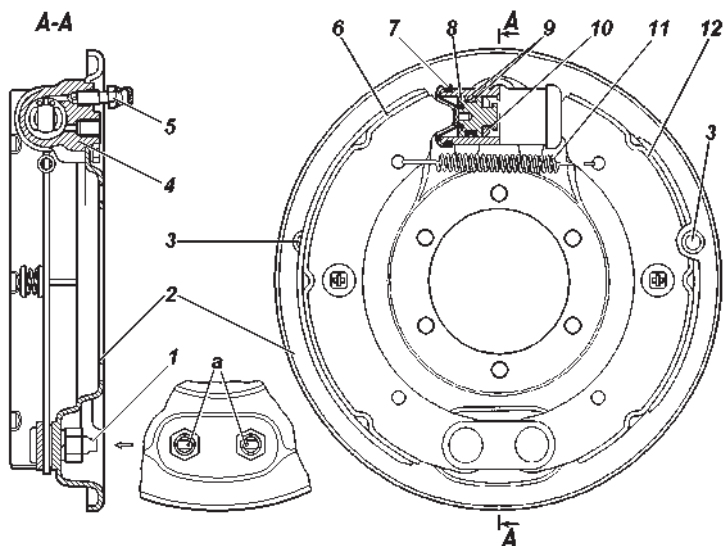

Рис. 9.26. Тормоз заднего колеса:
**Барабанные тормозные механизмы задних колес** (рис. 9.26). Периодически снимайте тормозные барабаны и очищайте детали тормозов от пыли и грязи. Периодичность этой операции зависит от условий эксплуатации автомобиля. В летнее время и при езде по грязным дорогам чистка должна проводиться чаще, зимой - реже.